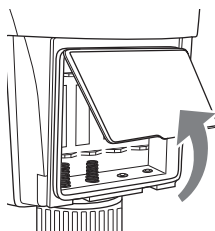

Fig. 2
- ♦ Soulevez la languette et retirez le couvercle du compartiment à piles **10** (voir fig. 2).